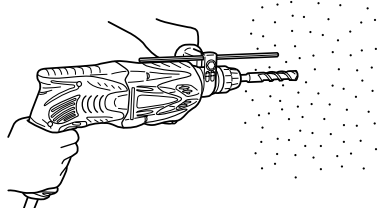

Fig. 8
- (1) Montar la broca.
- (2) Presionar el interruptor de gatillo después de poner la punta de la broca en la posición para taladrar (Fig. 8).
- (3) No es necesario presionar con fuerza la broca. Presionar ligeramente la broca de forma que el polvo producido al taladrar salga al exterior gradualmente.
- **Cuando la broca toque una barra de hierro de construcción se detendrá inmediatamente y el martillo perforador tenderá a girar. Por lo tanto, sujetar el mango lateral y sostenerlo firmemente como se ilustra en la Fig. 8.**